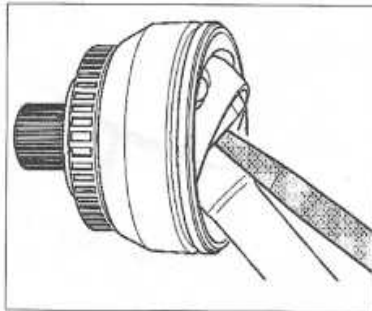

Figure 4-2
- À l'aide d'une barre en laiton, déposer le joint homocinétique de l'arbre (figure 4-2).